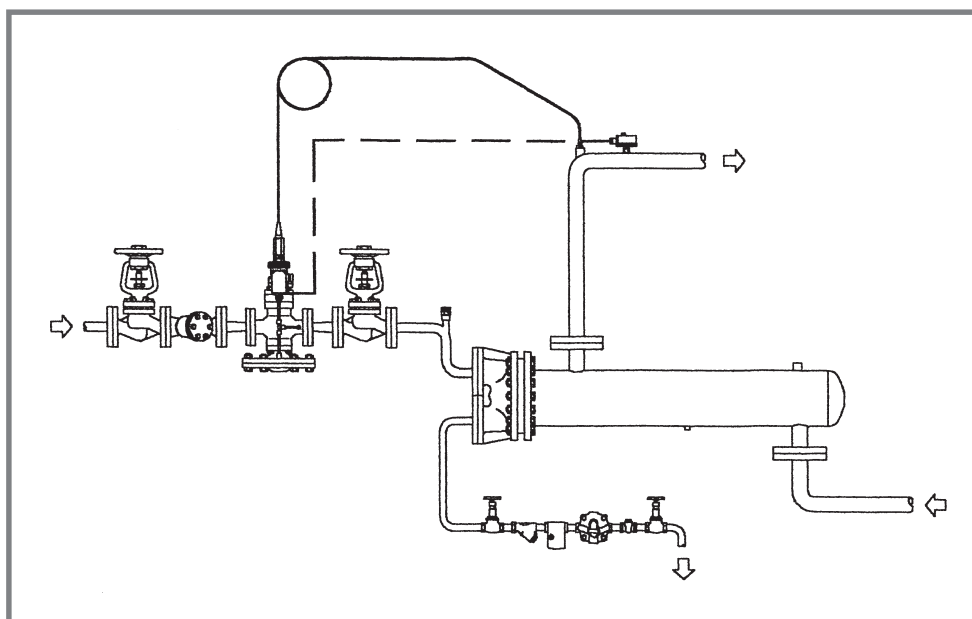

Fig. 5
2.14.1 Su piccoli scambiatori con drenaggio in atmosfera installare una valvola rompivuoto sul circuito vapore a monte dello scambiatore; occorre inoltre installare correttamente il sistema di scarico condense e dimensionare correttamente lo scaricatore per evitare l'allagamento delle superfici di scambio. Lo scaricatore deve essere montato ad una discreta distanza sotto l'uscita dello scambiatore e deve essere dimensionato per una pressione uguale all'altezza statica tra l'uscita dello scambiatore e l'ingresso dello scaricatore. La tubazione dallo scaricatore deve proseguire con una pendenza tale da evitare eventuali contropressioni sullo scaricatore (fig. 5).
2.14.1 On smaller Heat Exchangers draining to atmosphere, a simple remedy is to install a vacuum breaker on the steam inlet to the heat Exchanger. When vacuum is reached in the steam space, the vacuum breaker opens to allow the condensate to drain down to the steam trap. The trap itself must be placed a discrete distance below the exchanger outlet, and must be sized to pass the condensate stall load on the static head created by the height of the outlet above the trap inlet. The condensate pipe from the trap should slope down so that no further back pressure is exerted on the trap (fig. 5).